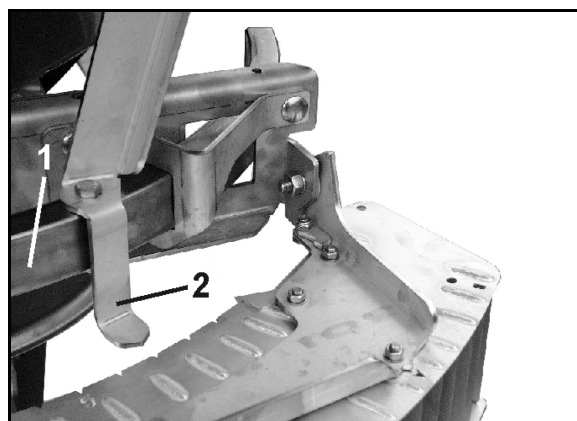

Рис. 75
1. Для этого освободите зажимной рычаг (Рис. 75/1).